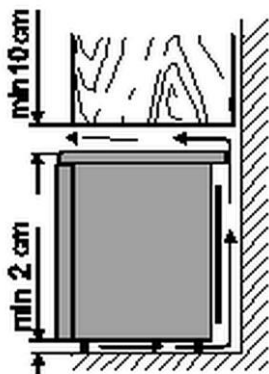

Рис. 2 Вид збоку
- Дотримуватись відстані не менше 10 см між верхньою стороною пристрою і предметами, що знаходяться над ним (наприклад, шафою) (рис. 2).